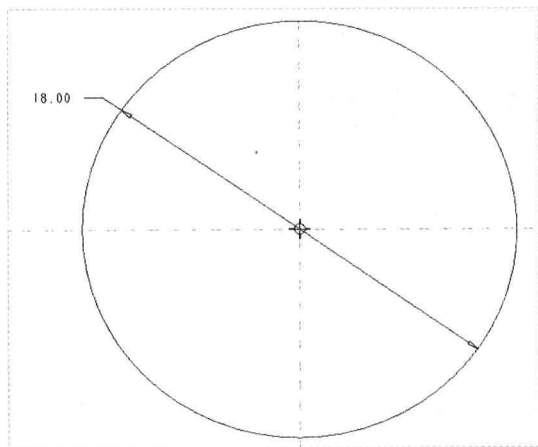

图 16-57 绘制截面 1
Step 01 按【Ctrl+N】组合键,新建零件文件。在“功能区”选项板的“模型”选项卡中,单击“形状”面板中的“拉伸”按钮,弹出“拉伸”选项卡,在绘图区选择 FRONT 基准平面作为草绘平面,进入草绘环境;单击“草绘”选项卡中的相应按钮,绘制截面,如图 16-57 所示,单击“关闭”面板中的“确定”按钮,完成截面绘制并退出草绘环境。